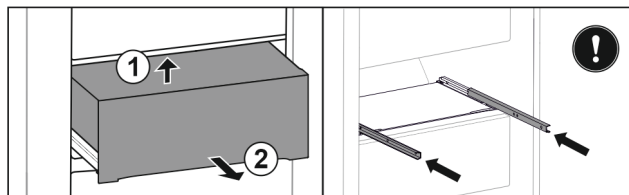

Fig. 52
- ▶ Nadzvedněte zásuvku zezdola vzadu. Fig. 52 (1)
- ▶ Vyjměte zásuvku dopředu. Fig. 52 (2)